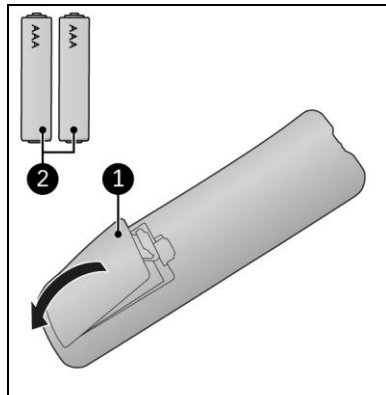

Abbildung 14
1. Entfernen Sie die Abdeckung (Abbildung 14, Pos. 1).
3. Legen Sie zwei Batterien (AAA 1,5 V) (Abbildung 14, Pos. 2) wie im Batteriefach angegeben ein. Stellen Sie sicher, dass die Batterien richtig eingelegt sind.